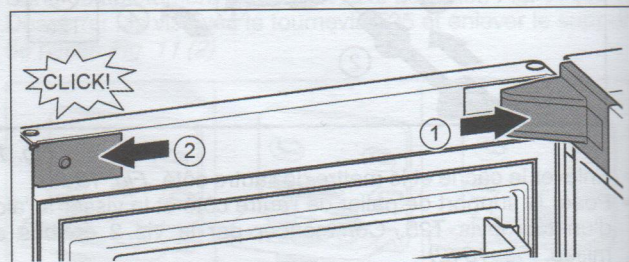

Fig. 18
- Poser et enclencher le cache du support de palier, l'introduire en appuyant délicatement. Fig. 18 (1)
- Mettre en place le cache latéralement et l'enclencher. Fig. 18 (2)